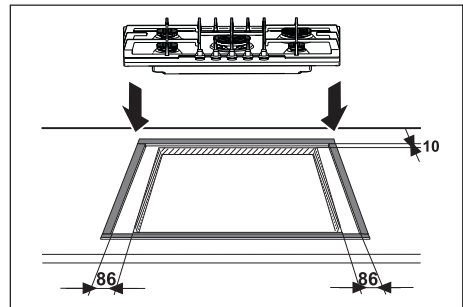

Рис. 13
- нанесите специальный герметик-прокладку, входящий в комплектацию, на передний край отверстия, на расстоянии 86 миллиметров от боковых краев и на расстоянии 10 мм от заднего края, следя за тем, чтобы концы плотно прилегали друг к другу и не накладывались (см. рис. 13);